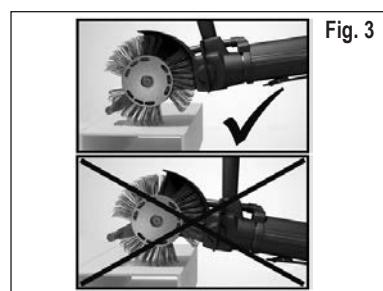

Fig. 3
8. Per un'ottimale prestazione, fare attenzione a condurre la Barra di Accelerazione sopra la superficie da lavorare tenendola vicino a questa. In caso di distanza fra Barra di Accelerazione e superficie troppo grande, si riduce sensibilmente la qualità della prestazione. Vd. Fig. 3.